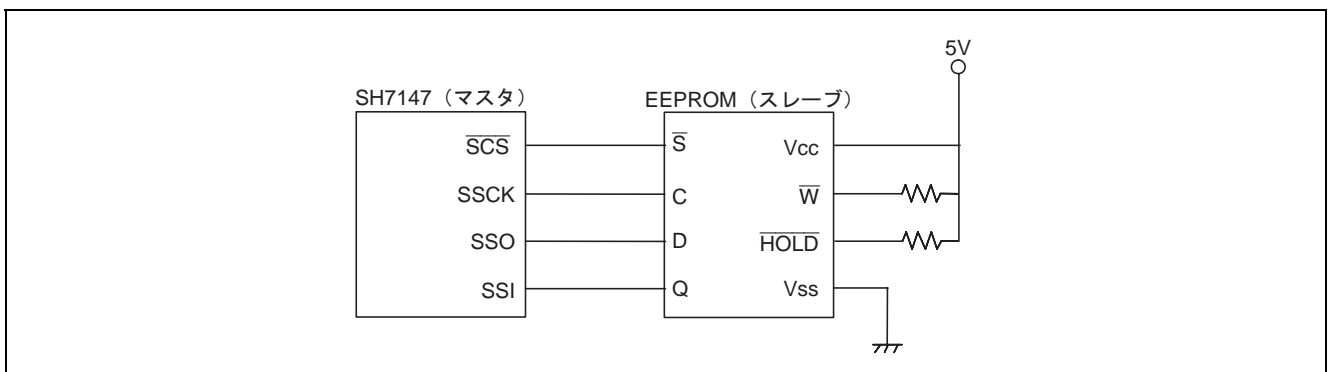

図1 SH7147 と EEPROM 接続図
- 図 1 に SH7147 と EEPROM の接続を示し、表 1 に Synchronous Serial Communication Unit および EEPROM の端子機能を示します。